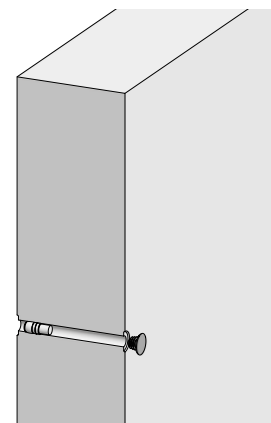

Abb. 72.5
4. Einschlaghilfe entfernen und Ankerloch verschließen (Abb. 72.5 und Seite ST XT-71).